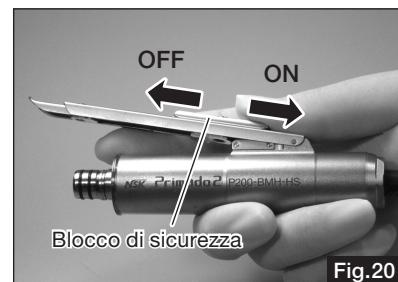

Fig.20
- Tenere premuto l'interruttore manuale e far scorrere il blocco di sicurezza in posizione ON (Fig. 20).